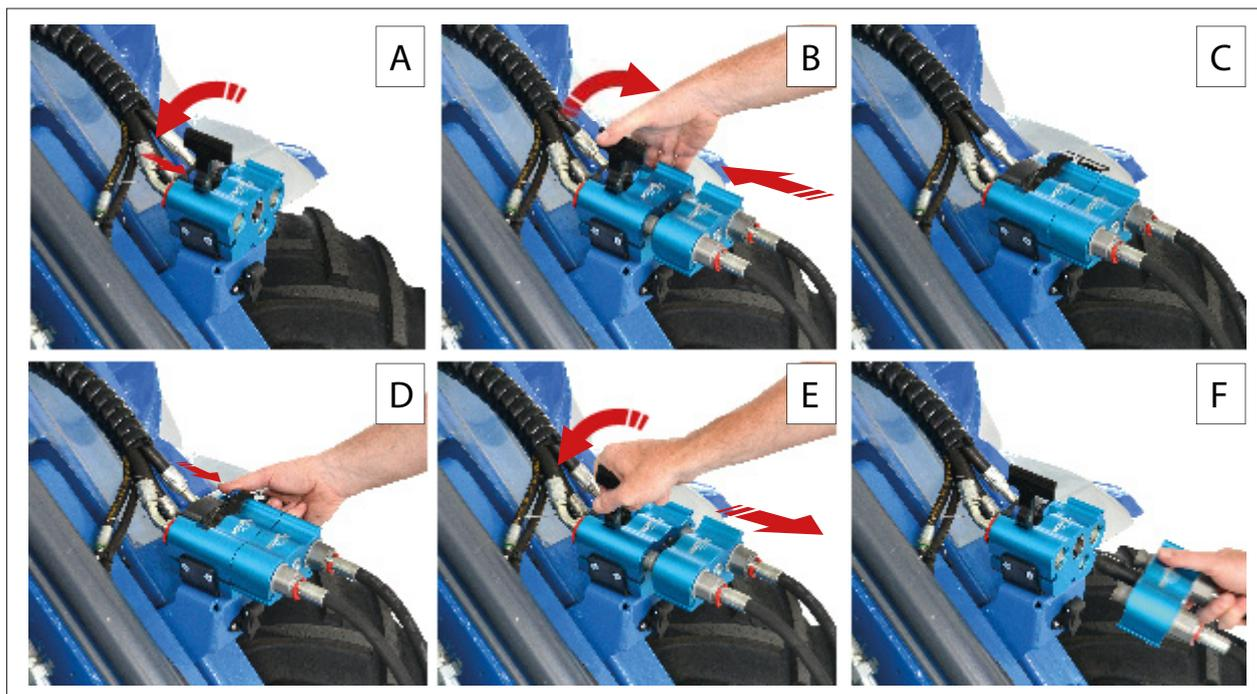

РИС. 35
2) Нажмите кнопку блокировки (РИС. 34 – Сс. 2) на ручке замка и поднимите ручку замка (РИС. 34 - Сс. 3) в открытое положение (РИС. 35 – Сс. А).
4) Потяните стопорную ручку (РИС. 35 – Сс. В) вниз, зафиксировав панель адаптера в разъеме (РИС. 35– Сс. С).
- 1) Нажмите кнопку блокировки (РИС. 35 – Сс. D) на ручке замка и поднимите ручку замка в открытое положение (РИС. 35 – Сс. E).
- 2) Отсоедините гидравлические трубки навесного оборудования от машины (РИС. 35 – Сс. F).